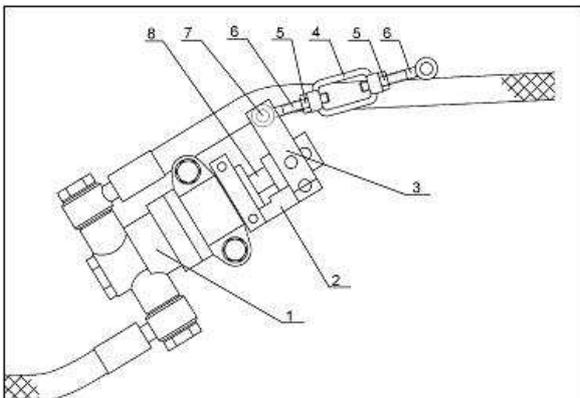

Abb. F-73. Schema der Einstellung des Bremsventils
- bis zum völligen Anhalten blockierten Bremshebel drücken und den Abstand der Ausschließung des Ventilbolzens aus der Gehäuse, der 5 mm betragen soll. Ist der Abstand nicht gehalten, soll man eine Regelung durchführen (Abb. F-73) 5 mm